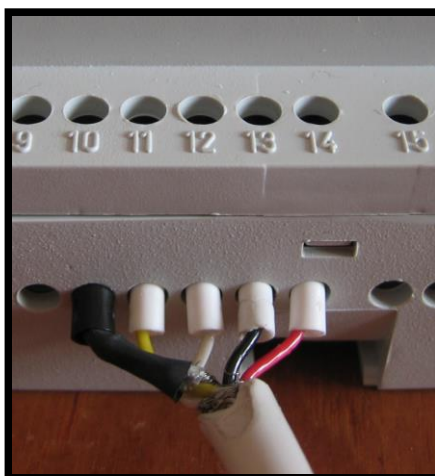

Figura 3
E' molto importante che la parte terminale del cavo della cella di carico non coperto da schermatura sia la più corta possibile (Figura 3).
**ATTENZIONE:** E' molto importante che la parte terminale del cavo della cella di carico non coperto da schermatura sia la più corta possibile (Figura 3):